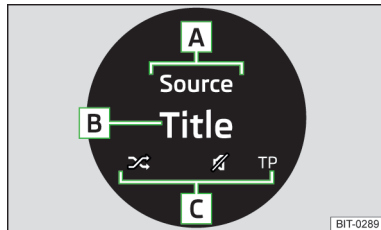

Abb. 138
**Beschreibung der Anzeige** » Abb. 138